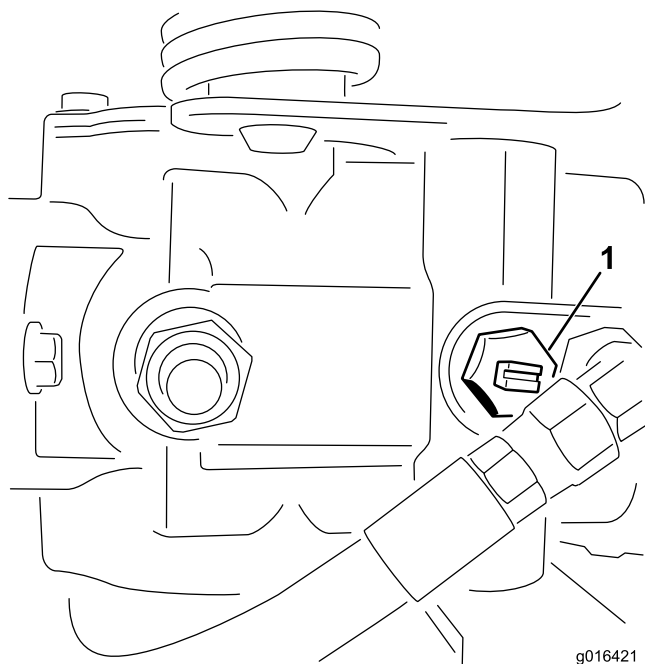

Figura 32
1. Girate la valvola bypass sulla pompa in modo che la scanalatura sia verticale (Figura 32).
2. Prima di avviare il motore chiudete la valvola bypass girandola in modo che la scanalatura sia orizzontale (Figura 32).